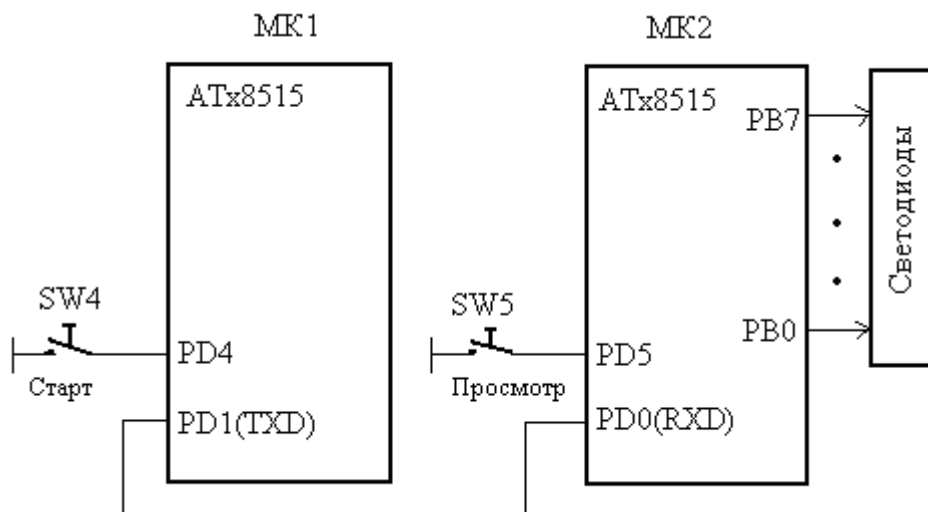

Рис. 3. Схема устройства для передачи сообщения по интерфейсу UART
- 3) соединив выводы UART двух микроконтроллеров, размещенных на платах STK500, напрямую, либо через разъем интерфейса RS-232, и подключив к выходам принимающего микроконтроллера светодиодную индикацию STK500. Схема включения микроконтроллеров МК1 и МК2 для этого случая приведена на рис. 3.